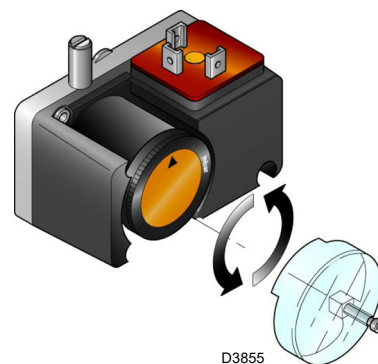

Рис. 30
- Установите реле минимального давления газа (Рис. 30 на стр. 33) на начало шкалы.
Отрегулируйте реле минимального давления газа (Рис. 30) после регулировки горелки, газовых клапанов и стабилизатора рампы.